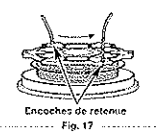

Fig. 14
3. Insérez l'extrémité de l'autre fil de coupe dans le trou inférieur du moulinet intérieur (Fig. 14).